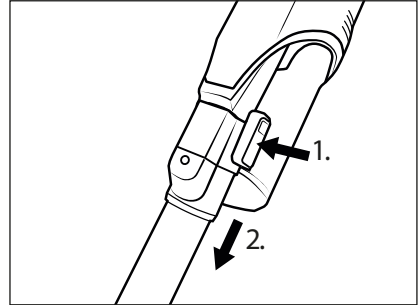

Abb. 11
- ◆ Um das Saugrohr **23** vom Gerät zu entfernen, halten Sie die Saugrohr-Entriegelungstaste **24** gedrückt und ziehen Sie das Saugrohr **23** von der Saugöffnung des Gerätes ab (siehe Abb. 11).